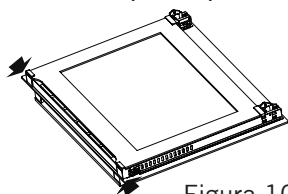
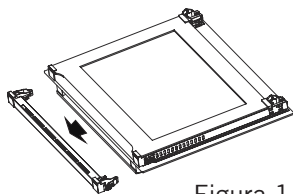
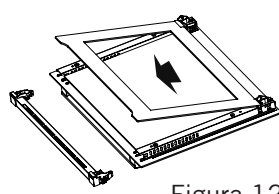

Figura 10
Figura 11
Figura 12
1. Premir os fechos de plástico nos lados esquerdo e direito conforme mostrado na figura 10 e levante o perfil puxando o mesmo em direção a si conforme mostrado na figura 11. O vidro ficará solto depois de o perfil ser removido conforme mostrado na figura 12. Puxar cuidadosamente o vidro que fica solto em direção a si. Se necessário, o vidro intermédio pode igualmente ser removido da mesma forma. O vidro exterior é fixado ao perfil da porta do forno. Pode facilmente limpar os vidros depois de os mesmo terem sido separados. Depois de limpos e de depois de feita a manutenção, pode substituir os vidros e o perfil realizando o procedimento de remoção na ordem inversa. Assegurar que o vidro é colocado na direção correta e que o perfil está corretamente assente.